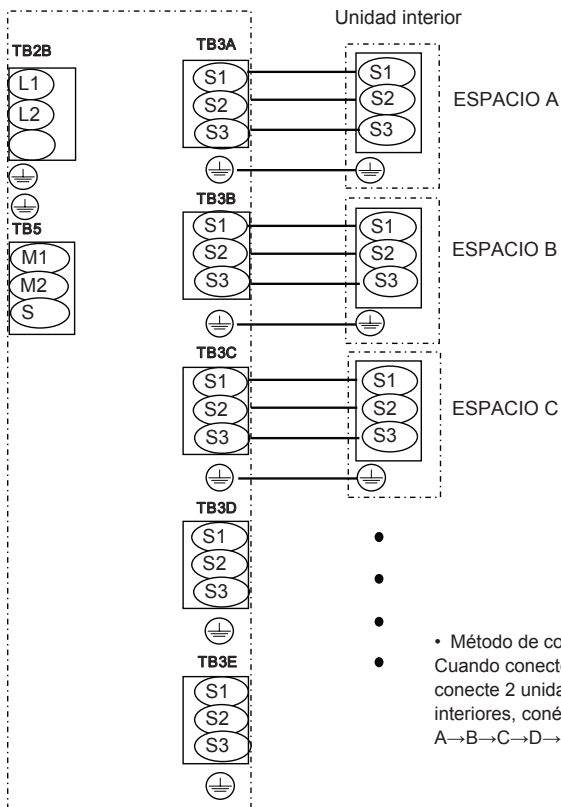

Fig. 8-10
8.2. Procedimiento de cableado exterior (Fig. 8-9, Fig. 8-10)